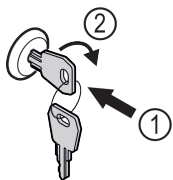

Fig. 171
- ▶ Sæt nøglen i Fig. 171 (1).
- ▶ Drej nøglen 90° med uret Fig. 171 (2).